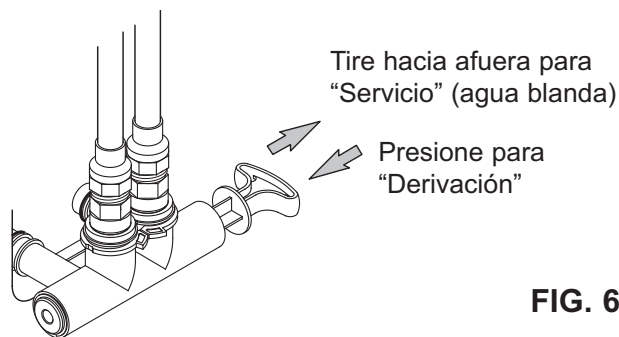
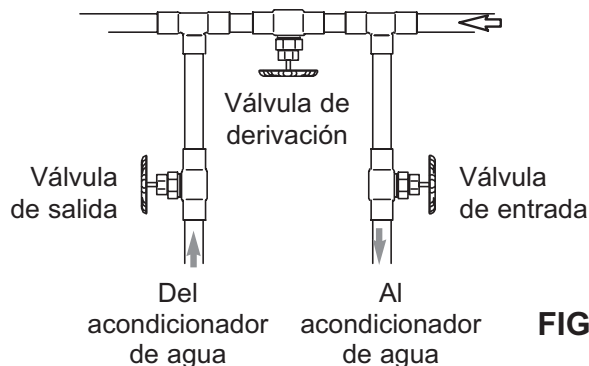

FIG. 6
FIG. 7
Siempre instale una válvula de una derivación (incluida) tal como se muestra en la Fig. 6 o, si lo desea, puede comprar y armar las piezas para un sistema de derivación de 3 válvulas (no incluidas), tal como se muestra en la Fig. 7. Las válvulas de derivación le permiten cerrar la entrada de agua al acondicionador de agua para su mantenimiento, si es necesario, y aún así tener agua en las tuberías de la casa. Las uniones de tubo deben ser como mínimo de 3/4 pulg.
3. Mueva las válvulas de derivación a la posición de "derivación" (Bypass) (vea las Fig. 6 y 7). En una válvula de una derivación, deslice el vástago hacia adentro a la posición de derivación. En una derivación de 3 válvulas, cierre las válvulas de entrada y salida, y abra la válvula de derivación.